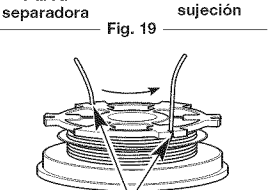
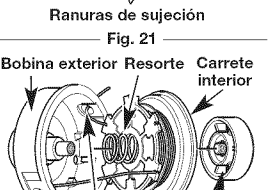

Fig. 18
Fig. 19
- Inserte el extremo de la otra línea en el agujero inferior del carrete interior (Fig. 18). Enrolle firmemente en la dirección que se muestra en el fondo del carrete interior hasta que queden aproximadamente de 3 a 9 pulgadas (75 a 225 mm) de línea. Mantenga la línea por debajo de la pared separadora. Inserte la sección de entre 3 y 9 pulgadas dentro de la ranura de sujeción de 0.095 opuesta (Fig. 19).